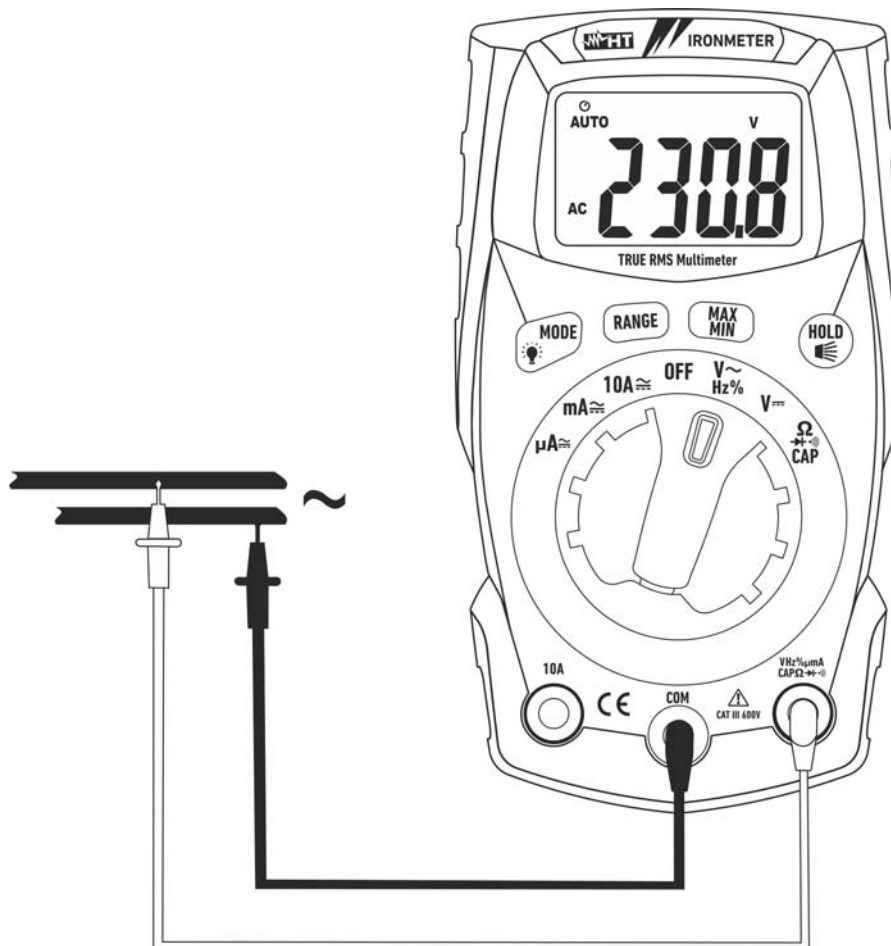

Abb. 4: Verwendung des Gerätes für Wechselspannungsmessung
3. Verbinden Sie die rote Messleitung und die schwarze Messleitung in den Punkten des zu messenden Kreises (siehe Abb. 4). Der Spannungswert erscheint auf dem Display.